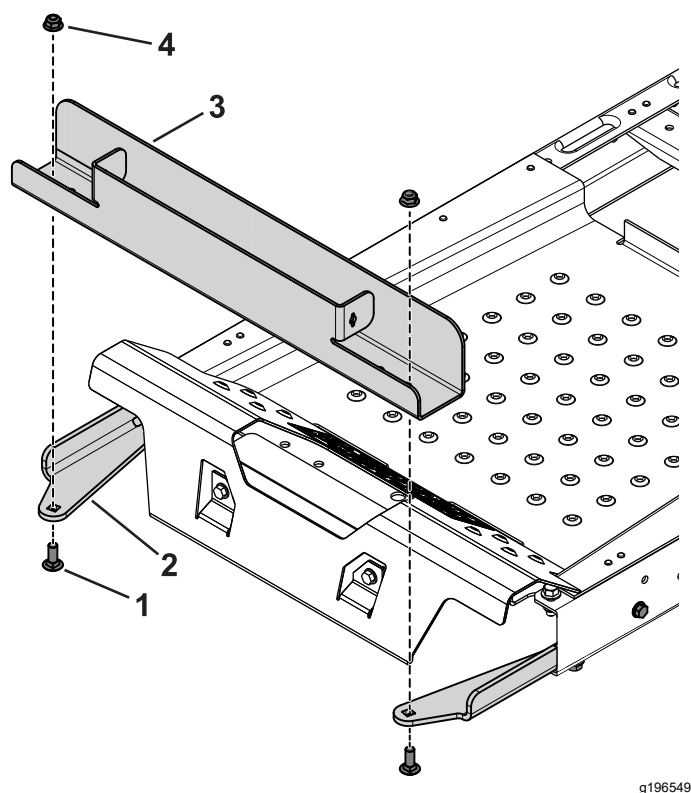

Figura 4
3. Pomoću 2 zavrtanja sa poluokruglom kapom ($\frac{3}{8} \times 1$ ") i navrtki sa priрубnicom pričvrstite ležište za teg za nosače (Figura 4).